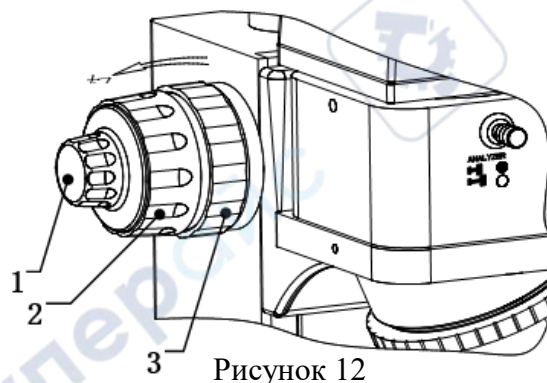

Рисунок 12
2) Перед выпуском прибора с производства устанавливается средняя степень натяга колеса грубой фокусировки. При необходимости отрегулировать степень натяга, вращайте колесо регулирования степени натяга 3 против часовой стрелки (см. рисунок 12), чтобы уменьшить степень натяга, и по часовой стрелке, чтобы увеличить натяг.